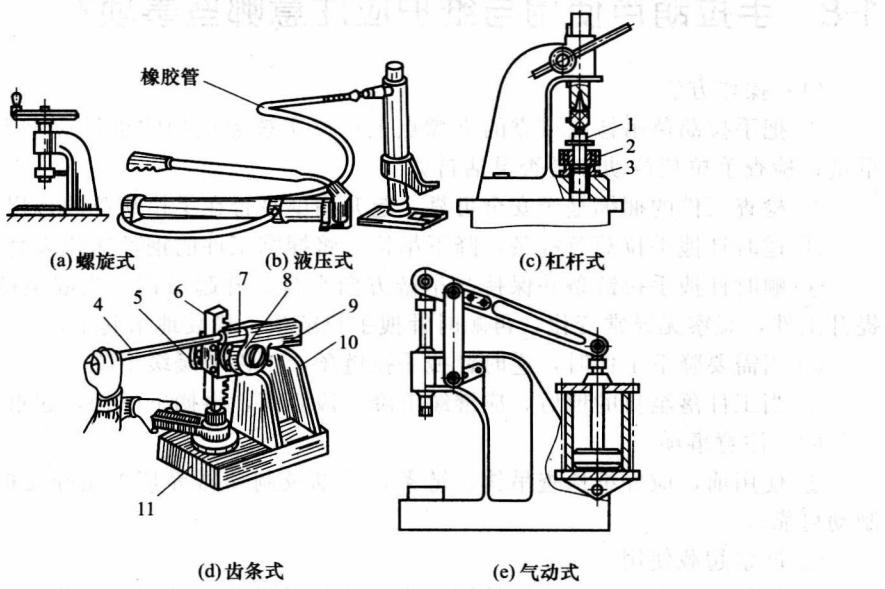

图 1-6 压力机的种类与外形结构
(1) 结构种类 压力机的种类与外形结构见图 1-6。其种类可分为螺旋式、液压式、杠杆式、齿条式和气动式。